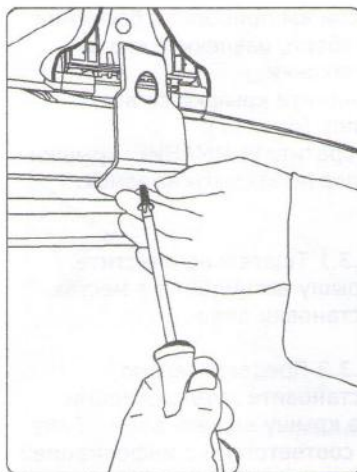

рис. 21
1.3.3.1 Если в дверных проёмах вашего автомобиля предусмотрено штатное место (резьбовое отверстие), а в прижимах имеются крепёжные отверстия, необходимо закрепить прижимы винтами (входят в комплект поставки). Винты закручиваются отверткой (в комплект поставки не входит) (рис. 21).